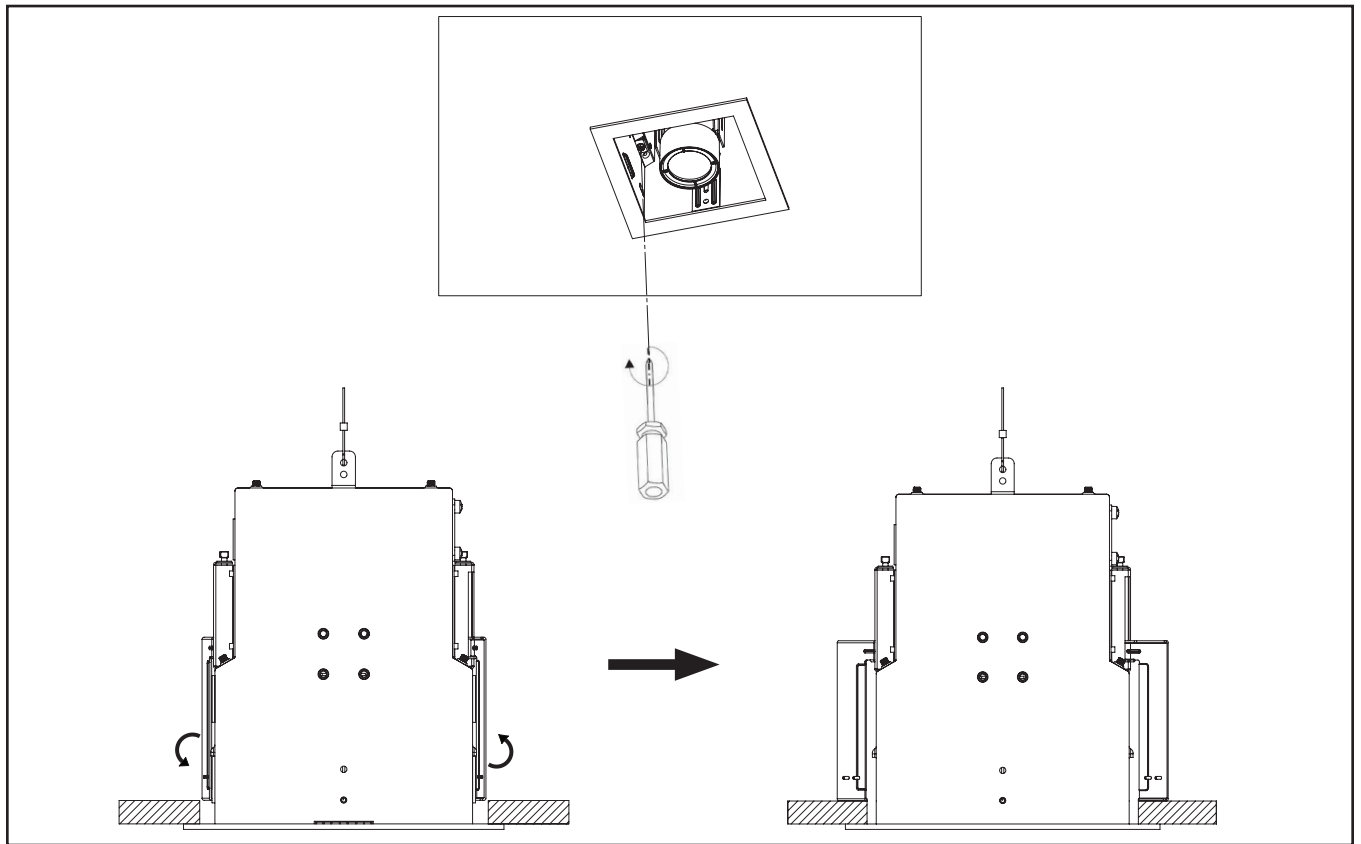

Figura 2.6.
- Afloje los tornillos de la abrazadera rápida con un destornillador hasta que se abra el soporte de punta, continúe aflojando los tornillos hasta que el soporte se apoye sobre el techo/tablaroca. (Figura 2.6)